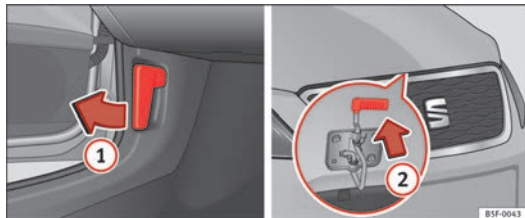

Fig. 153 Palanca de desbloqueo el espacio reposapiés del conductor y leva bajo el capó
- Tire de la palanca que hay por debajo del tablero de instrumentos en la dirección de la flecha ① ⇒ fig. 153.
- Haga presión hacia arriba sobre el saliente situado debajo del capó ⇒ fig. 153 ②. Al hacerlo, el gancho de sujeción queda desbloqueado.